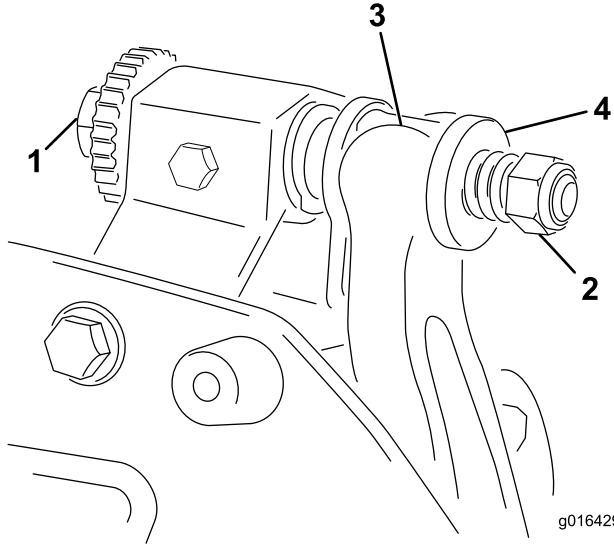

Figure 17
1. Tournez la vis de réglage de la barre d'appui dans le sens antihoraire pour éloigner la contre-lame du cylindre (Figure 17).
2. Faites sortir l'écrou de tension du ressort jusqu'à ce que la rondelle ne soit plus tendue contre la barre d'appui (Figure 17).
1. Montez l'ensemble barre d'appui/contre-lame en positionnant les languettes de montage entre les rondelles et la vis de réglage de la barre d'appui (Figure 17).